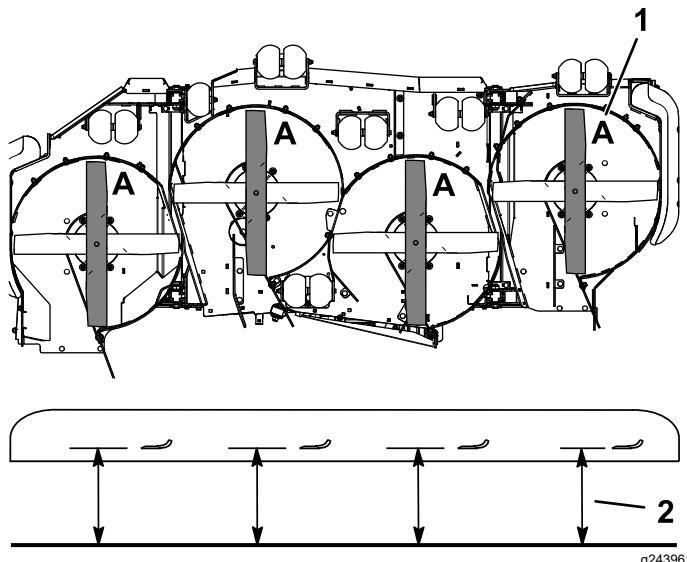

Figura 76
3. Gire las cuchillas hasta que los extremos estén orientados hacia adelante y hacia atrás (Figura 76).
4. Mida desde una superficie nivelada hasta el filo de corte, posición A, de las cuchillas (Figura 76).